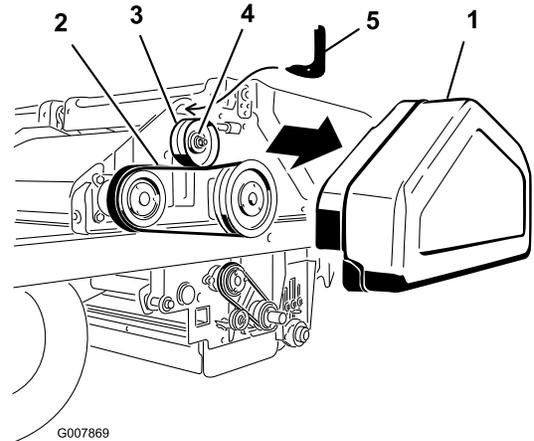

図 56
1. ベルト・カバー（図 56）を取り外す。
2. アイドラ・プーリのナットをゆるめる（図 56）。
3. アイドラ・プーリの上側にある穴に、ベルト張り工具のフック状の端部を入れる（図 56）。ベルト張り工具のカーブのついている方の端部をアイドル・プーリに載せる。
4. ベルト張り工具についている穴に、1/2 インチのトルク・レンチのソケットを入れる（図 56）。
5. 工具を手前に回してトルクが 0.6 kg になるようにし、その位置でトルクを保持しながらアイドラ・プーリのナットを締め付ける (図 56)。